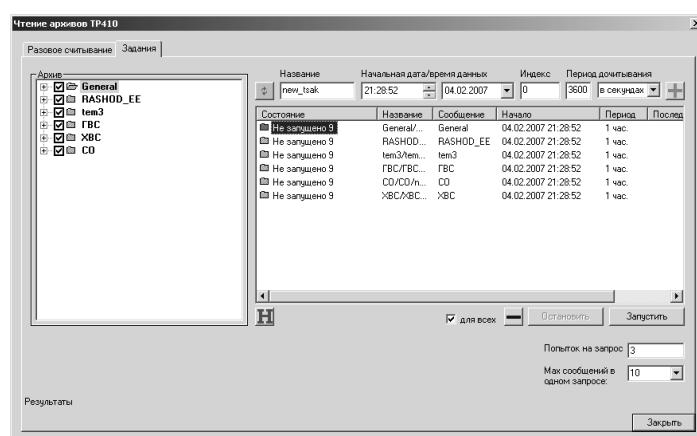

Рисунок 4.69 - Задания периодического чтения
- нажать на кнопку  . Будет сформировано задание для каждого выбранного сообщения. Имя задания будет сформировано как «имя\_архива/имя\_сообщения/имя\_задания» (например, см. Рисунок 4.69).
Чтобы посмотреть историю выполнения заданий (см. Рисунок 4.69), нужно выделить задание и нажать на кнопку .